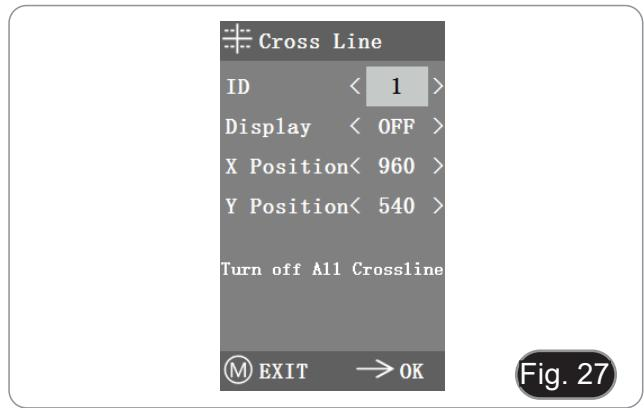

Fig. 27
- 1. Entrare nel menu Cross Line. (Fig. 27).